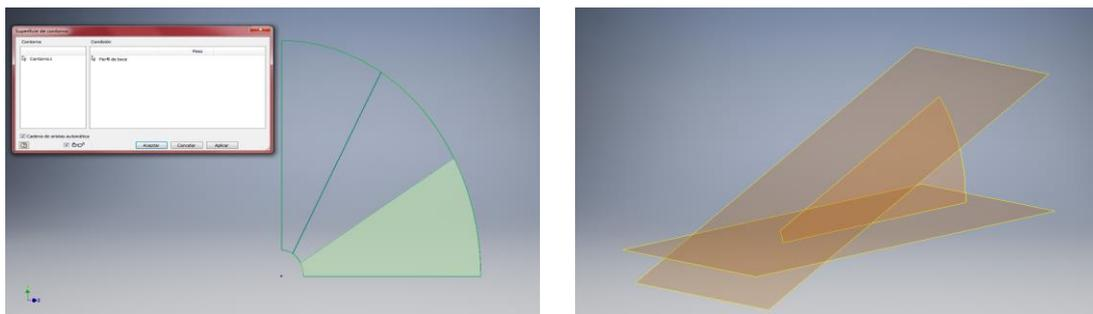

Ilustración 350. Paso 4 de la Pieza 1. Conducto de Ventilación.
3. Recorte el boceto ➤  Recortar , hasta obtener la imagen de la *Ilustración 350* y terminar boceto ➤  .